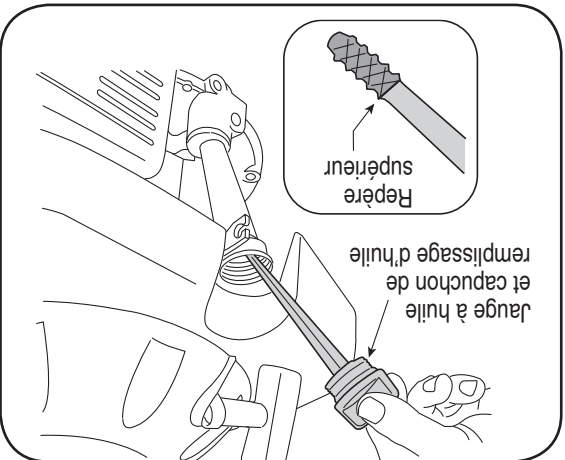

Figure 3-3
1. Enlevez le capuchon de remplissage de l'huile et essuyez la jauge à huile. Voir la Figure 3-3.
- 3. Si le niveau d'huile est bas, ajoutez lentement de l'huile jusqu'à la limite supérieure sur la jauge. Voir la Figure 3-3.